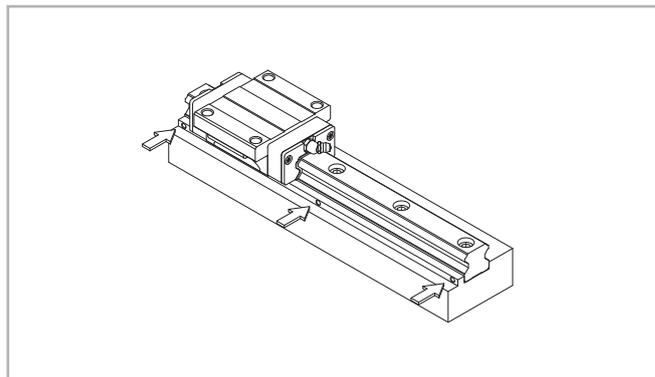

Fig. 60
(3) Serrez les vis de pression sur le rail de guidage jusqu'à ce qu'il y ait un contact étroit avec le côté de l'épaulement (voir fig. 60).